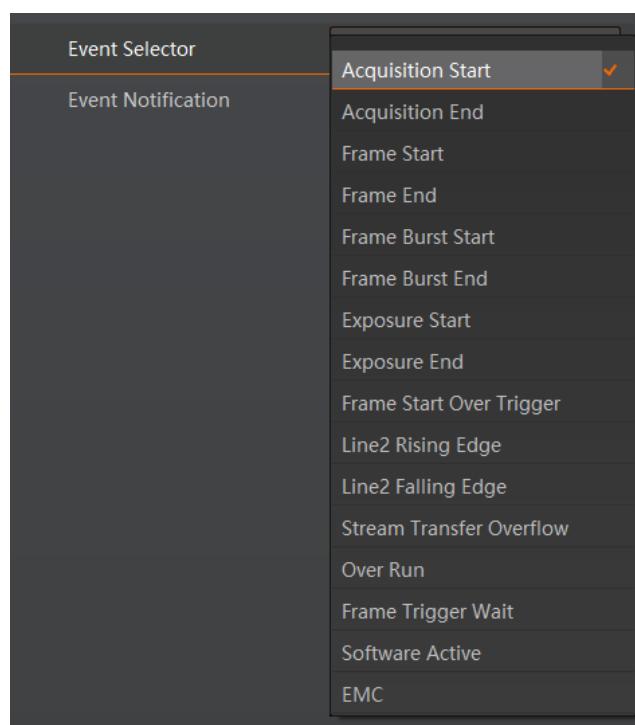

图10-14 选择需要查看的事件
1. 在属性 *Event Control* 下，参数 *Event Selector* 处下拉选择需要查看的事件，如图 10-14 所示。